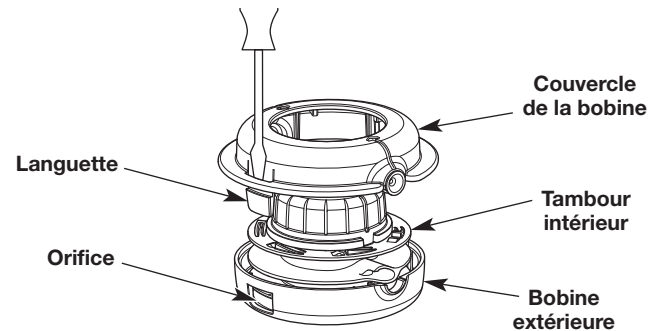

Fig. 5
- c. Inclinez doucement le tournevis pour faire sortir l'onglet de l'ouverture (Fig. 5).
- e. Enlevez le couvercle de la bobine (Fig. 5). **N'ESSAYEZ PAS** d'enlever d'autres composants de la tête de coupe.
- g. Utilisez un chiffon propre pour nettoyer le tambour intérieur, la bobine extérieure et le couvercle de la bobine (Fig. 5).
- h. Alignez les languettes sur le couvercle de la bobine avec les orifices de la bobine extérieure (Fig. 5). Poussez le couvercle de la bobine sur la bobine extérieure jusqu'à ce que les languettes de sécurité s'enclenchent dans les orifices.